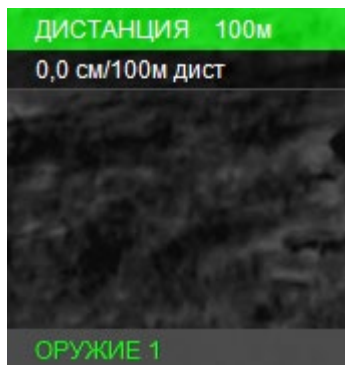

Рисунок 16 – Выбор дистанции пристрелки
Если Вы сохраняете текущую поправку к СТП, то программа автоматически запросит дистанцию пристрелки (см. рис. 16). Пользователю необходимо ввести дистанцию пристрелки и нажать кнопку (4), после чего программа вернется в раздел «НАСТРОЙКИ».